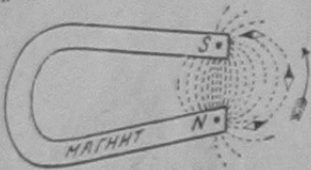

Рис. 1. Магнитное поле стального магнита.
1) Стальной магнит (рис. 1) притягивает наиболее сильно железо, сталь и т. п. точками N и S, расположенными у концов магнита в называемых полюсах.